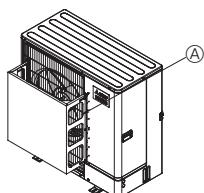

Fig. 2-3
- Монтирайте допълнително изпускателно направляващо устройство, ако тялото е монтирано на място, където силни ветрове от тайфуни и др. могат директно да влязат в изхода за въздух. (Fig. 2-3)